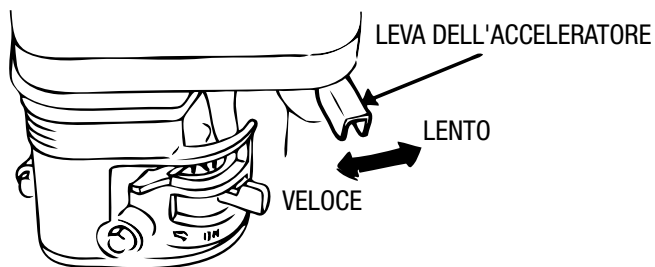

Figura 28. Leva dell'acceleratore
9. Posizionare la **leva dell'acceleratore** (figura 28) a metà fra **VELOCE** e **LENTO** per l'avvio. Tutte le operazioni della sega sono realizzate a pieno regime. La velocità del regolatore del motore è stata impostata dalla fabbrica per assicurare ottime velocità operative della lama.